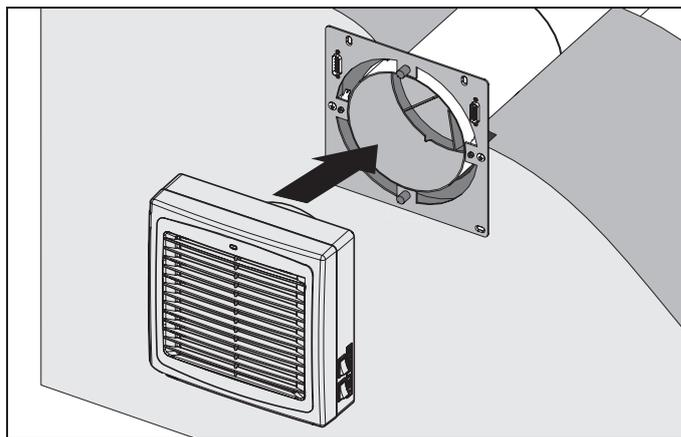

Рис. 12. Монтаж блока вентилятора
6. Установите блок вентилятора на шасси (см. Рис. 12).